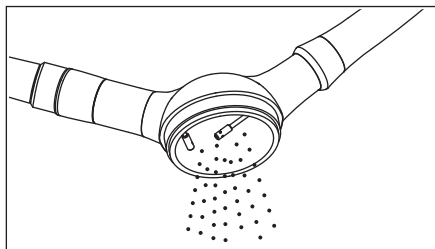

Fig. 5
- 1) Åpne lokket på pulverkammeret og fjern det resterende rengjøringspulveret. (Fig. 5)